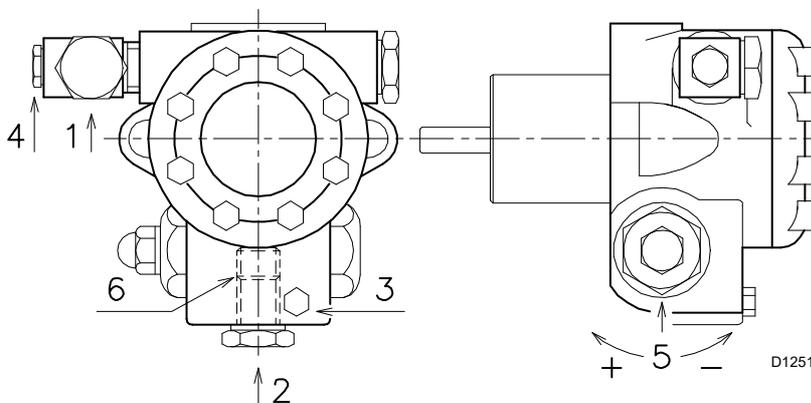

Fig. 17
- Perché la pompa possa autoinnescarsi è indispensabile allentare la vite 3)(Fig. 17) della pompa per sfiatare l'aria contenuta nel tubo di aspirazione.
Per variare la pressione della pompa agire sulla vite 5)(Fig. 17 pag. 16).